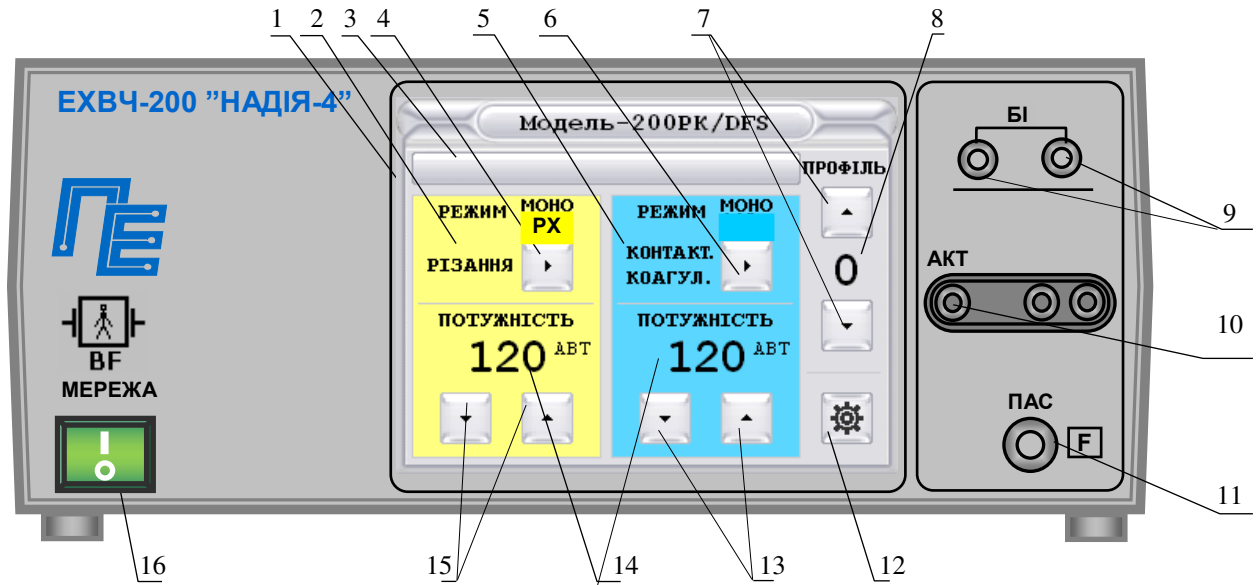
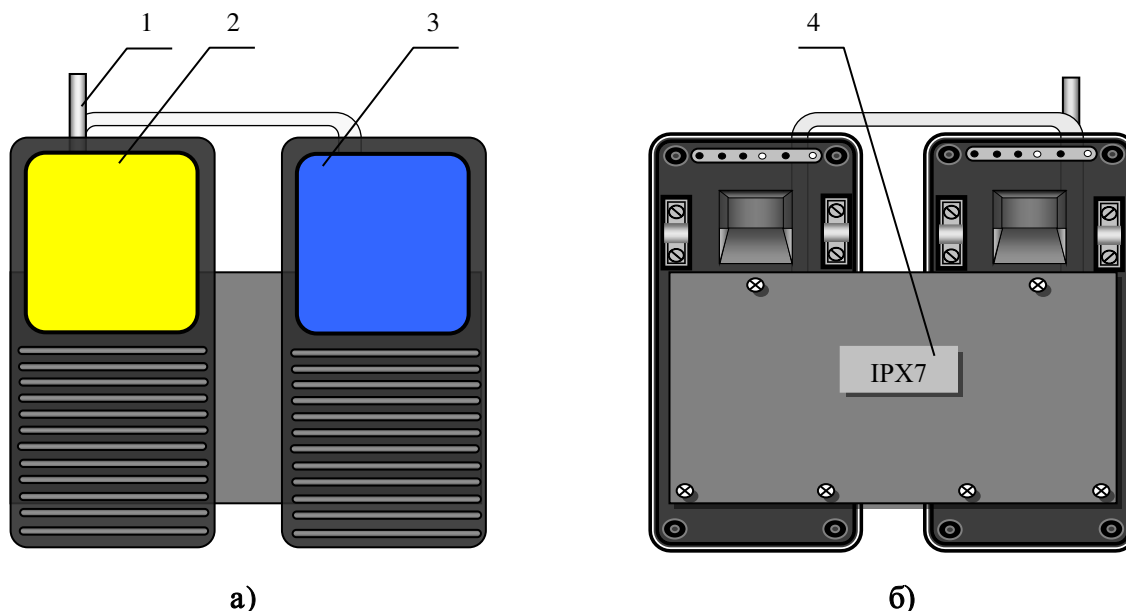

Рис.1. Передня панель електронного блоку
Рис. 3. Ножна педаль
- світлову індикацію автоматичного тестування аварійного стану апарата. При цьому на індикаторах 14 (рис. 1) висвітлюється «УВАГА! Виникла критична помилка. Будь ласка, перезавантажте систему!»;
Конструктивно апарат виконаний у вигляді двох окремих блоків - електронного блоку (рис. 1,2) і ножної педалі (рис. 3).
Позначення на рис. 1.
Позначення на рис.3.
Конструкція ножної педалі (рис.3) є підлоговою конструкцією, на якій розташовано дві рухомі платформи: ліва (1) - для включення виду роботи РІЗАННЯ, права (2) - КОАГУЛЯЦІЯ.
- включити апарат, для чого встановити вимикач “МЕРЕЖА” в положення “І”. При цьому вмикається світлова індикація індикатора “МЕРЕЖА” (16, рис.1), На протязі 2-5 сек. на моніторі відображається завантаження даних.
- перевірити переключення режимів роботи, для чого послідовно натискаючи кнопку (4, 6 рис.1), переконатися, що апарат перемикає відповідні режими;
- перевірити регулювання рівня вихідної потужності, для чого, натиснувши кнопки управління (13, 15 рис. 1), переконатися, що відбувається збільшення (зменшення) показань індикаторів (14, рис.1) рівня вихідної потужності.
- перевірити систему контролю ланцюга пасивного (нейтрального) електроду. Для цього необхідно встановити режим МОНО на індикаторі РІЗАННЯ (або КОАГУЛЯЦІЯ) та від'єднати пасивний електрод від роз'єму 11 (рис.1). На моніторі
Для встановлення профілю необхідно включити апарат, за допомогою кнопки вибору профілю (3, рис.1) встановити номер профілю **0** (або від 1 до 9) (8, рис.1), встановити необхідний режим роботи та вихідну потужність, натиснути ліву платформу педалі при виборі режиму РІЗАННЯ або праву, при виборі режиму КОАГУЛЯЦІЯ. Апарат автоматично запам'ятовує вибрані режим роботи та рівень вихідної потужності.
- 1- натиснути кнопку 3 (рис.1). Монітор переключиться в режим клавіатури;
При необхідності встановлення часу автоматичного вимикання вихідної потужності необхідно натиснути кнопку **НАСТРОЙКИ** (12, рис. 1).
При необхідності обмеження доступу до використання апарата необхідно натиснути кнопку **НАСТРОЙКИ** (12, рис. 1).